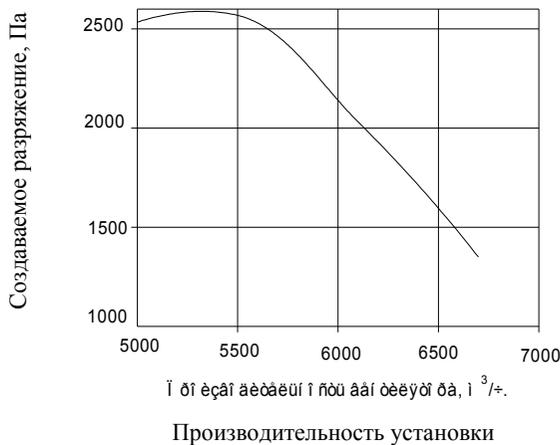
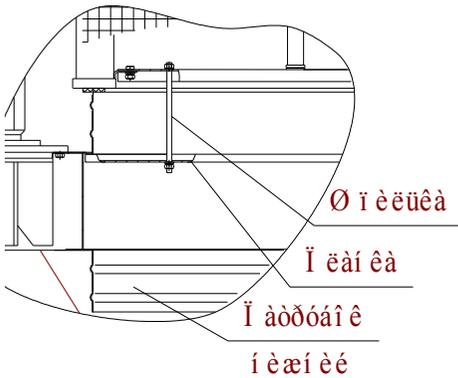

Рис. 1.
Рис.4
6.2.3 Собрать установку (рис.1). Монтаж кассеты на установку производить в соответствии с рис. 4